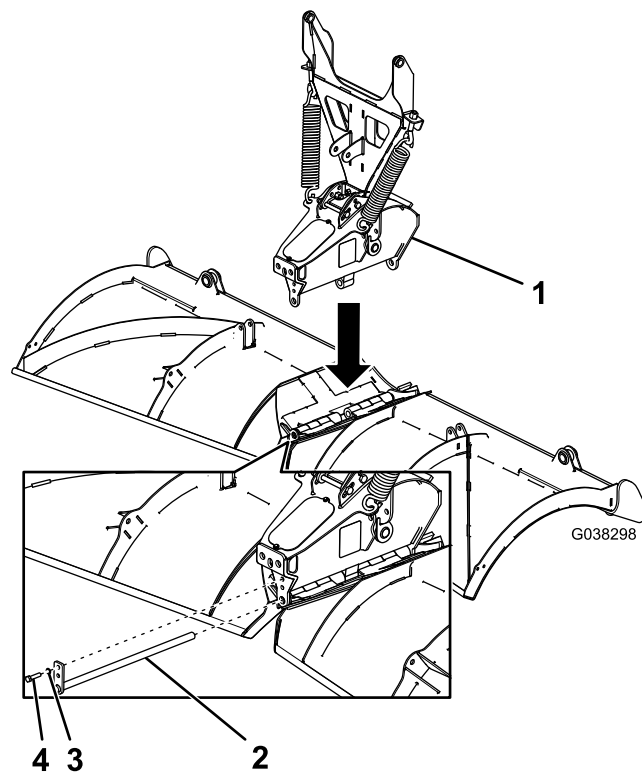

Figura 2
2. Coloque el conjunto de bastidor de empuje entre las bisagras de las palas y sujete las 3 piezas con el pasador de bisagra central, la arandela abierta de bloqueo y el perno de bloqueo hexagonal con parche de nailon de bloqueo (Figura 2).